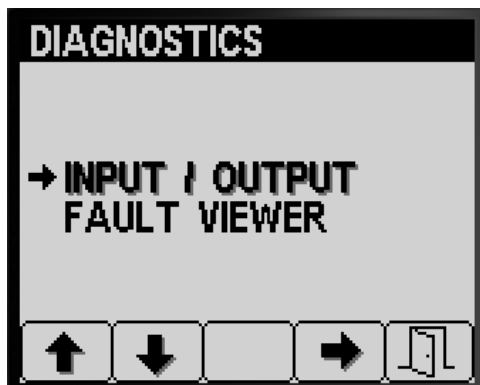

Figura 84
2. Premete il pulsante 3 per selezionare la voce INPUT/OUTPUT (Figura 84).
1. Premete il pulsante 1 o 2 sulla schermata Diagnostica fino a raggiungere l'opzione INPUT/OUTPUT (Figura 84).
4. Premete il pulsante 5 per uscire dalla schermata INPUT/OUTPUT e tornare alla schermata DIAGNOSTICA (Figura 84).